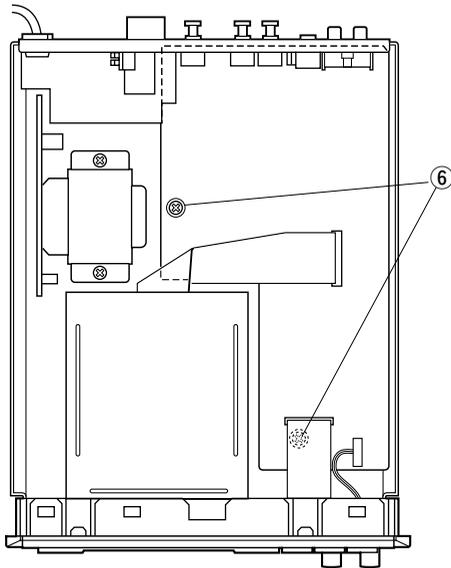

Fig. 3
- a. Remove 2 screws (⑥) in Fig. 3.
- a. ⑥のネジ2本を外します。(Fig. 3)